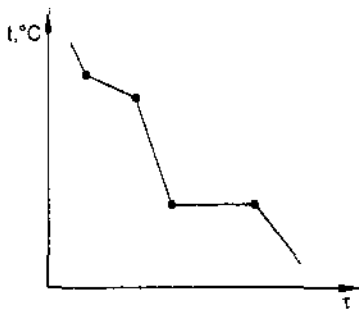

Рисунок 2
2. Для какого сплава построена кривая охлаждения (рисунок 2)?